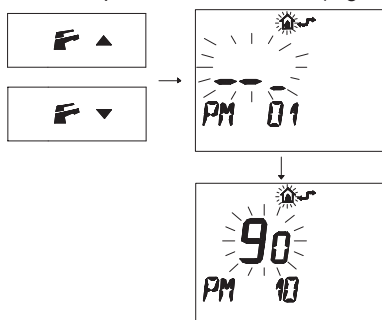

Fig. 5.69
- Premere i pulsanti **F**▲ o **F**▼ per visualizzare la programmazione "**PM10**" selezione della frequenza di accensione (Fig. 5.69).
Nella Fig. 5.69 si visualizza un SET programmato di **90** corrispondente ad un tempo di riaccensione di 3 minuti circa. Il campo di regolazioni è da 0 a 8 minuti e mezzo.